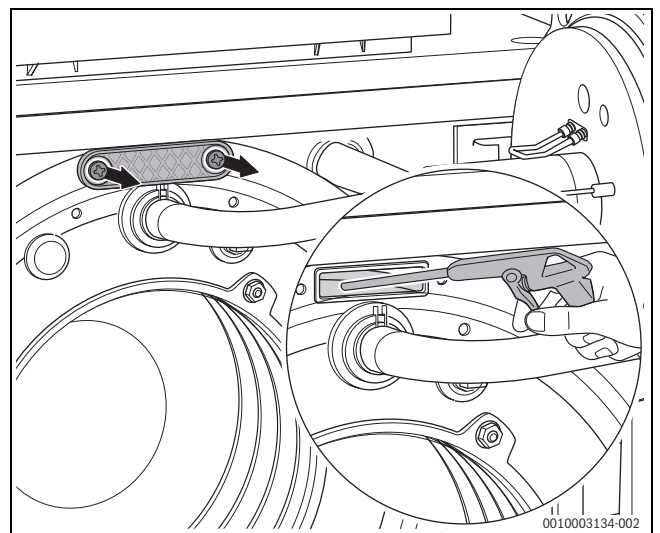

Bild 82 Wärmetauscher mit Sprühlanze reinigen
- ▶ Lose Partikel mit Wasser (z. B. Sprühlanze; Zubehör) aus dem Feuerraum und dem Abgasmantel spülen (→Bild 82).